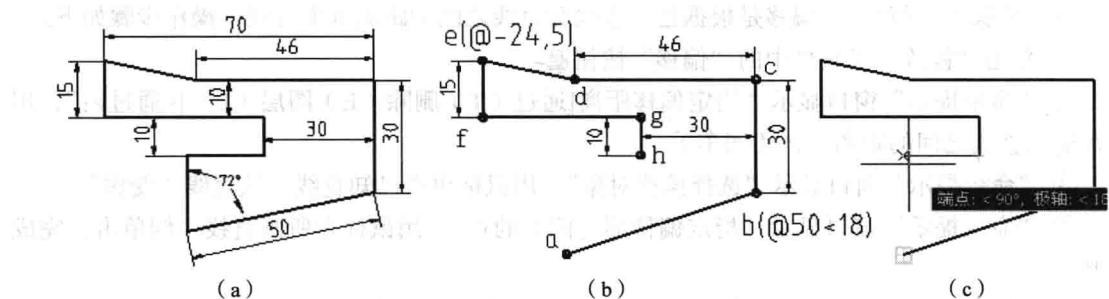

图 1-13 直线图形的画法
例题 1-1 按尺寸绘制平面图形, 如图 1-13 所示。
① 图形分析。分析已知图形, 选择所画的第一条线段, 一般选择不标尺寸的线段开始, 如图 1-13(a) 所示。
② 绘制直线段。在空白处选一点 a , 分别绘制: 到 b 点极轴线(@50<18), 到 c 点垂直线 30, 到 d 点水平线 46, 到 e 点坐标差线(@-24,5), 到 f 点垂直线-15, 到 g 点水平线-40, 到 h 点垂直线 10, 如图 1-13(b) 所示。
③ 极轴追踪画图。将“绘图状态”工具栏的“极轴”和“对象追踪”打开，选择直线第一点 h (或 a 点)，移动鼠标指针到 a 点 (或 h 点)，再回到交点处，显示极轴追踪 (直线)，同时在 a 点 (或 h 点) 出现亮点，即可选择直线第二点，如图 1-13 (c) 所示。